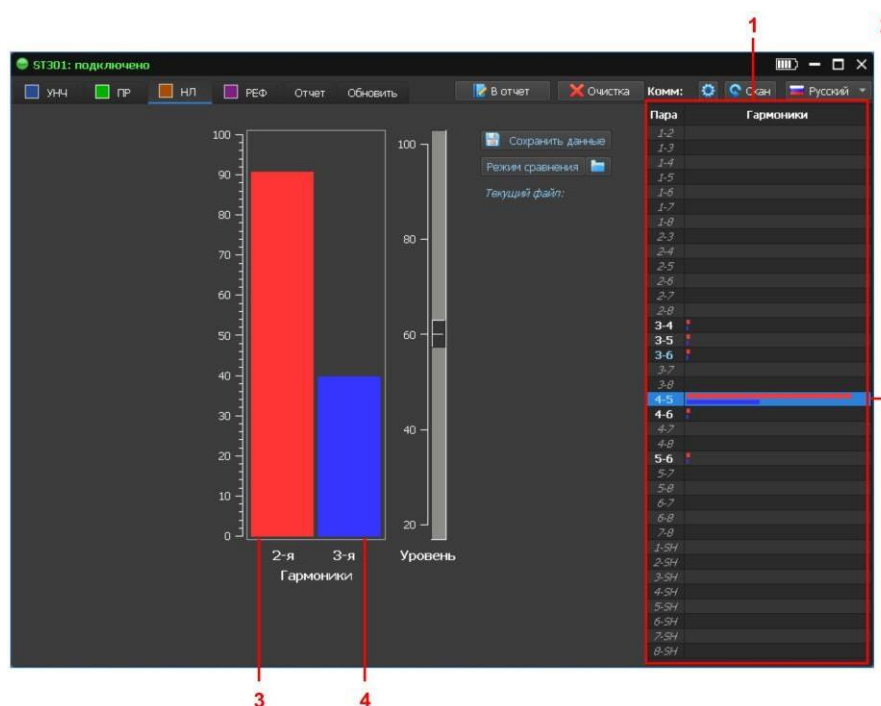

Рис.75
3. Кликнуть  **Скан** Коммутатор поочередно подключает все комбинации проводов, подает в них зондирующий сигнал и фиксирует уровни откликов на частотах 2 и 3 гармоник. Графическая информация об уровнях отклика отображается в графах таблицы коммутатора (рис.75, п.1) напротив соответствующей пары. Красным цветом обозначается уровень 2 гармоник, синим - уровень 3 гармоник. После тестирования всех комбинаций проводов сканирование закончится.
4. Для просмотра увеличенного изображения откликов (рис.75, п.3 и п.4), установить табличный курсор (рис.75, п.2) на строку с интересующей комбинацией пар проводов.